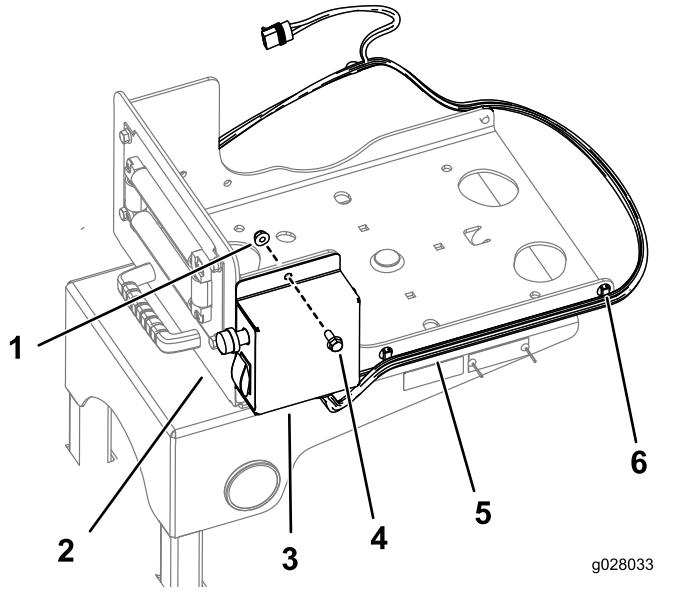

图 21
3. 如图 21 中所示使用 2 个螺栓 5/16 英寸 - 18 x 1/4 英寸和 2 个凸缘螺母 5/16 英寸 - 18 英寸将开关盒安装到转盘上。
4. 使用已有夹具将线束固定到转盘的两侧图 21。